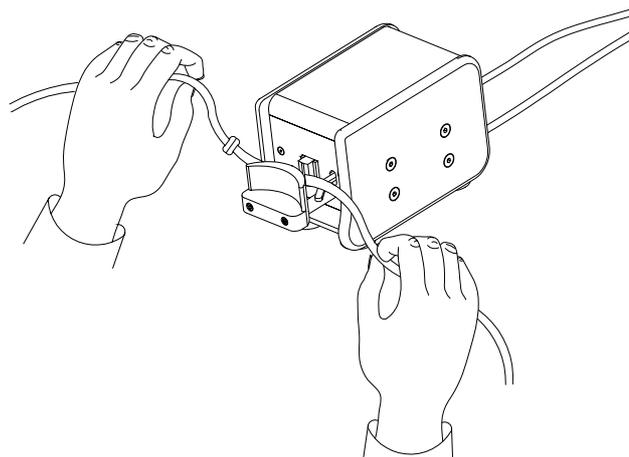

Figure 2.7 Méthode de soudure correcte
2.3.1 Pour effectuer une soudure, posez le tube entre les pinces (« zone de soudure »), en faisant en sorte que le poids du tube le fasse reposer contre la gâchette de soudure (une légère pression manuelle supplémentaire peut être nécessaire), tel qu'indiqué Figure 2.7. Lorsque la gâchette est activée, la pince de soudure comprime le tube contre la pince de masse et la puissance HF est appliquée pendant approximativement une seconde. La plaque de la tête de soudure s'illumine pendant l'application de l'énergie HF. Une fois la soudure formée, la pince de soudure revient en position initiale.